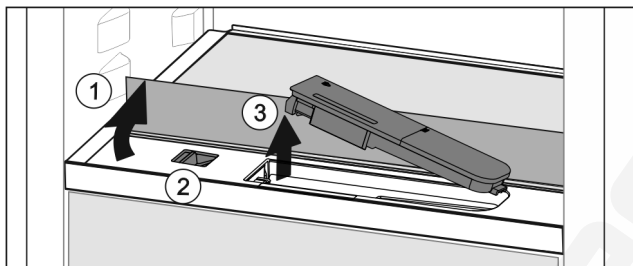

Fig. 35
- ▶ Emelje meg az üveglapot, és hajtsa hátra ütközésig Fig. 35 (1).
- ▶ Tolja balra a tolokát Fig. 35 (2).
- ▶ Vegye ki a víztartályt Fig. 35 (3).